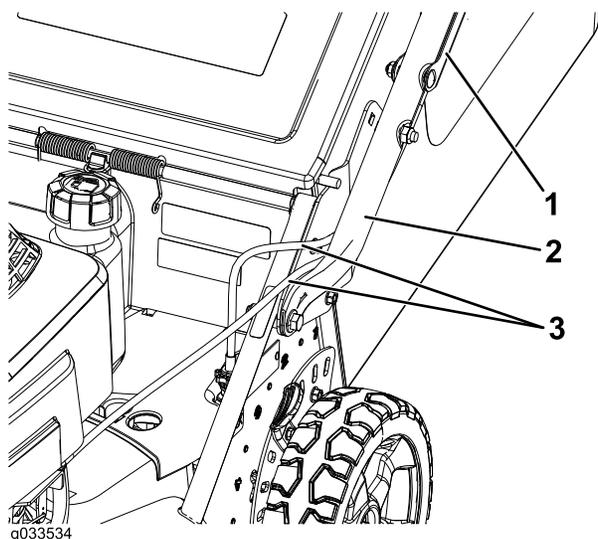

Рисунок 4
- Проложите тросы управления между декой и рукояткой, чтобы защитить тросы от повреждения (Рисунок 4).